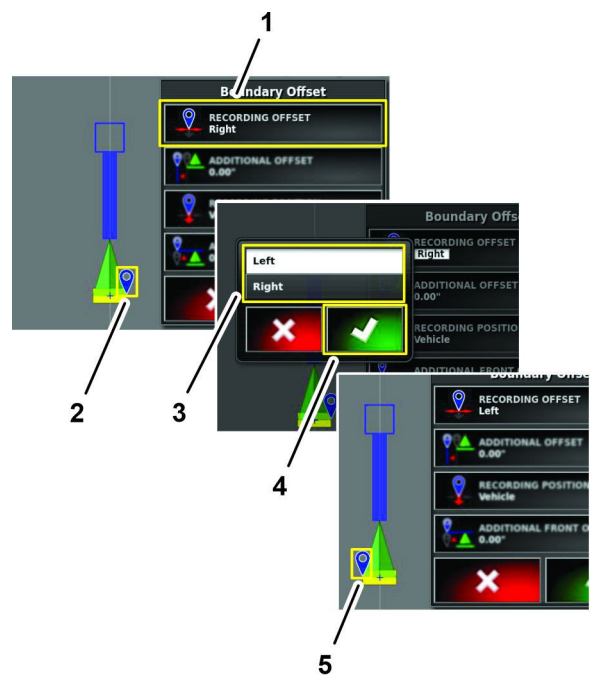

Figura 198
1. Premete l'icona OFFSET DI REGISTRAZIONE (Figura 198).
2. Nella finestra di dialogo, premete l'icona SINISTRA o l'icona DESTRA, quindi premete l'icona Conferma (Figura 198).